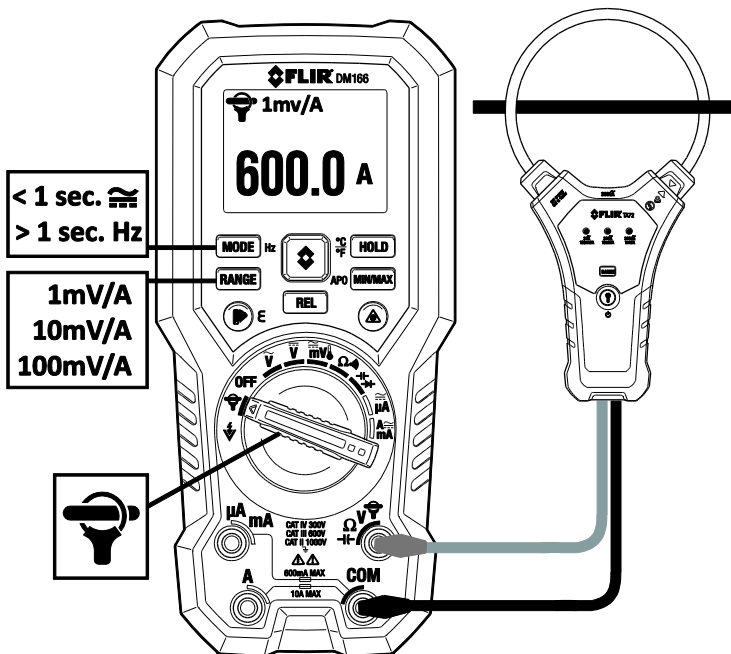

Fig. 6-10 Anvendelse af FLEX-tang
2. Tilslut en tangadapter som vist i **Fig. 6-10**.